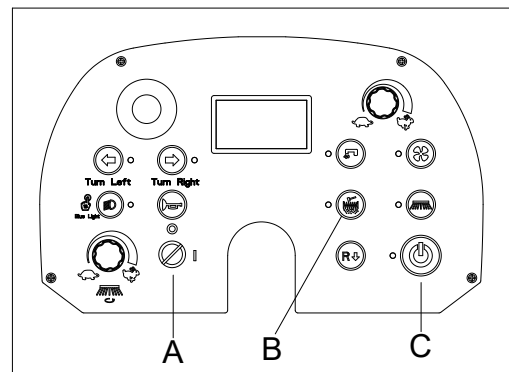

Abb. 16
8. Drücken Sie die Taste für den Sofortstart (C, Abb. 16), um alle Funktionen (Saugen, Haupt-/Seitenbesen und Pumpe) auszuschalten. Anschließend werden Hauptkehrwalze und Seitenbesen angehoben.
9. Drücken Sie die Filterrüttelertaste, um den Filterrüttler einzuschalten (B, Abb. 16).
11. Drehen Sie den Zündschlüssel (A, Abb. 16) auf „O“ und ziehen Sie ihn ab.